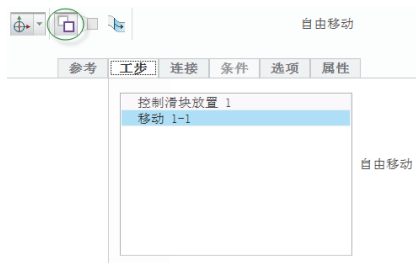

图 8-19 选中“创建复制-移动特征”按钮
7) 在“移动”选项卡中单击选中  (创建复制-移动特征) 按钮, 如图 8-19 所示。另外, 在“连接”面板中默认选中“连接移动的几何”复选框和“创建倒圆角/倒角几何”复选框。